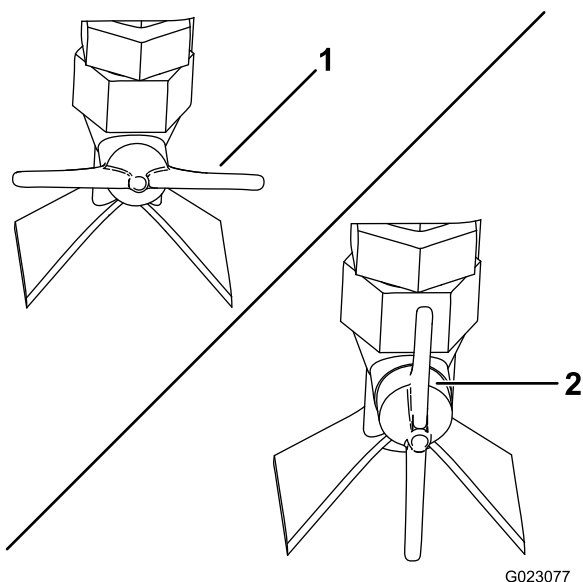

Bild 55
- Fächerförmiger Strahl: Stellen Sie das Sprühventil an der Seite der Düse waagrecht (Bild 55).
- Strahl: Stellen Sie das Sprühventil an der Seite der Düse senkrecht (Bild 55).